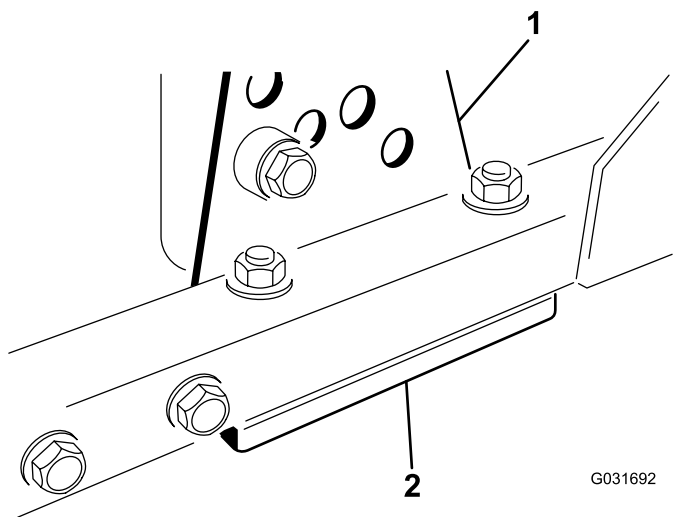

Figura 95
1. Togliete la staffa dell'altezza di taglio (anteriore, sinistra o destra) dal telaio del piatto di taglio (Figura 95).
2. Regolate gli spessori di 1,5 mm e/o 0,7 mm fra il telaio del piatto di taglio e la staffa per ottenere l'impostazione dell'altezza desiderata (Figura 95).